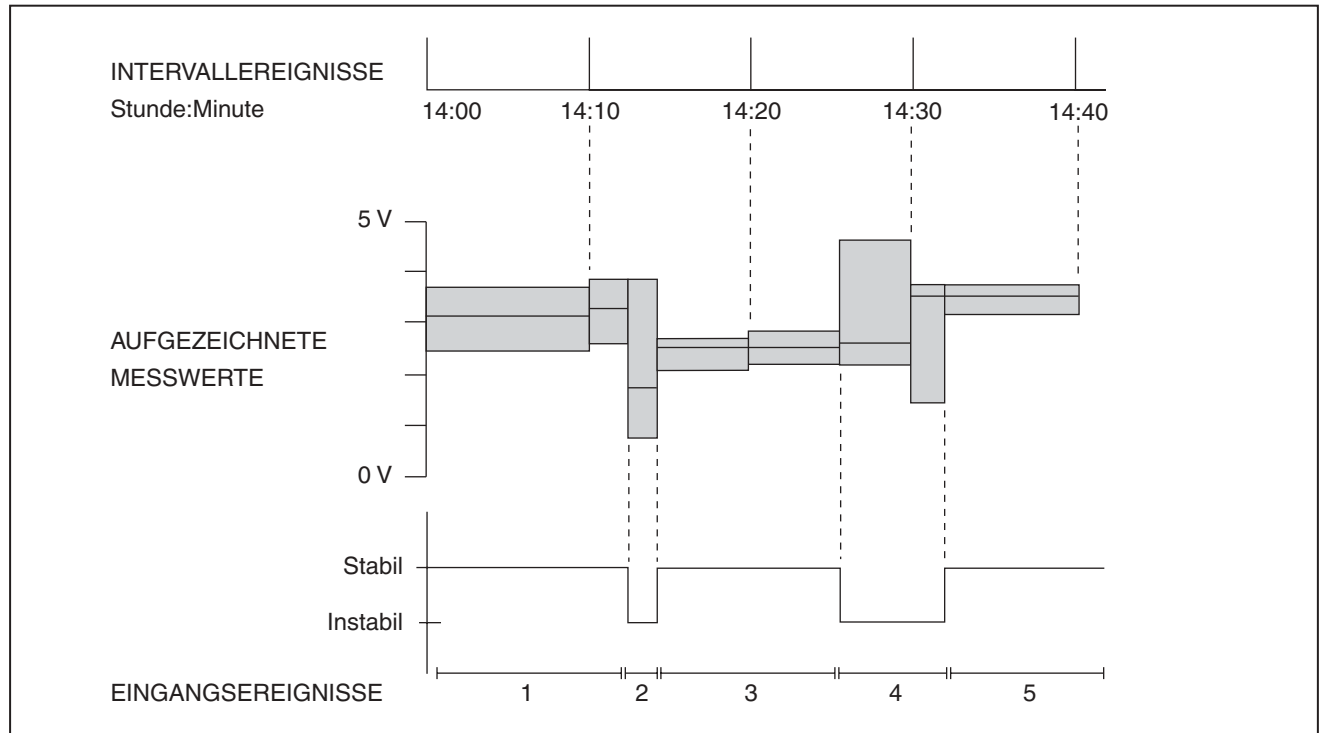

Abbildung 2. Intervallereignisse und Eingangsereignisse
Eingangsergebnisse werden mit dem Attribut *stabil* oder *instabil* beschrieben. Stabile Eingangsergebnisse umfassen Messwerte, die innerhalb der benutzerdefinierten Einstellungen liegen. Instabile Eingangsergebnisse umfassen Messwerte, die außerhalb der benutzerdefinierten Einstellungen liegen. Siehe Abbildung 2.
- *Intervallereignisse* werden aufgezeichnet, wenn das benutzerdefinierte Aufzeichnungsintervall endet. Intervallereignisse können als eine Reihe von Messwerten verstanden werden, aufgeteilt nach Zeit in Abschnitte. Siehe Abbildung 2.